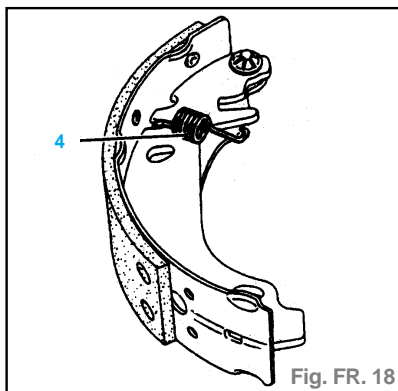

Fig. FR. 18
- Positionner le ressort (4) dans l'encoche du segment, attention au sens de montage, le crochet le plus court se fixe sur le segment (fig. FR. 18).